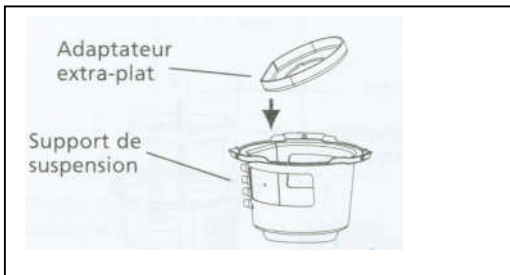

Figure3b - Insertion de l'adaptateur extra plat
2. Placez l'adaptateur extra plat dans le support de suspension, en alignant la section plate de l'adaptateur extra plat avec la section plate dans le support de suspension. Pour passer au-dessus des deux vis qui dépassent dans le support de suspension, il faudra peut-être incliner un peu la section plate dans l'adaptateur extra plat vers le bas lors de son insertion dans le support de suspension. Voir figure 3b.